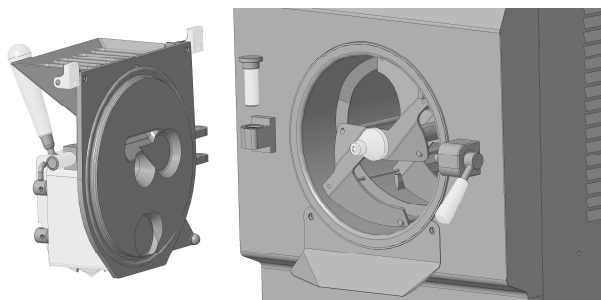

Fig.5
- Défiler vers le haut le gond à charnière et enlever la porte en le soutenant avec les deux mains (Fig.5).